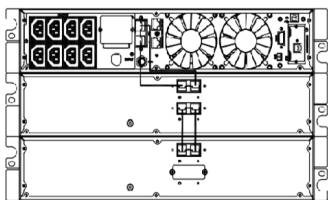

Рис. 10 Типовая установка ЕВР
c. Для нижнего (или единственного) ЕВР снимите заглушку для кабеля только на верхней части передней крышки ЕВР. См. на рис. 10 , расположение верхней кабельной заглушки ЕВР.
d. Если вы устанавливаете более одного ЕВР, для каждого дополнительного ЕВР снимите кабельные заглушки ЕВР сверху и снизу передней крышки ЕВР. Смотрите рис. 10.
e. Подключите кабель ЕВР в аккумуляторный разъем как показано на рис.10. К ИБП может быть подключено до четырех внешних батарейных кабинетов. Соедините черный с черным разъемами.